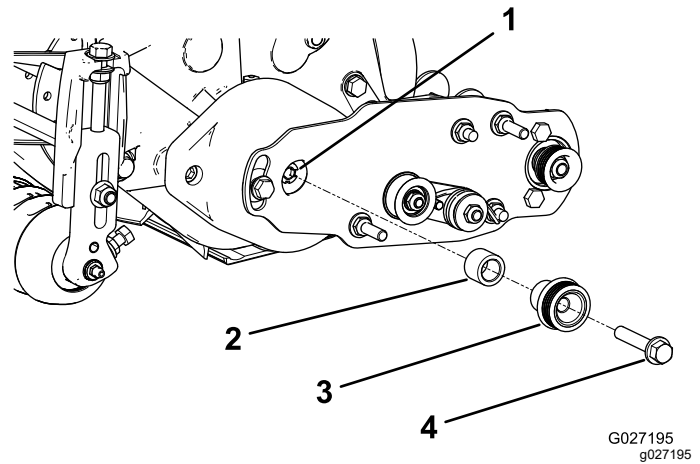

図 13
- ベアリングハウジングのシャフトにスペーサを挿入する 図 13。
- スペーサに駆動プーリを挿入し、駆動シャフトにはめる 図 13。
- フランジヘッドボルト $\frac{3}{8}$ x 2 インチを使ってプーリとスペーサを駆動シャフトに固定する 図 13を参照。